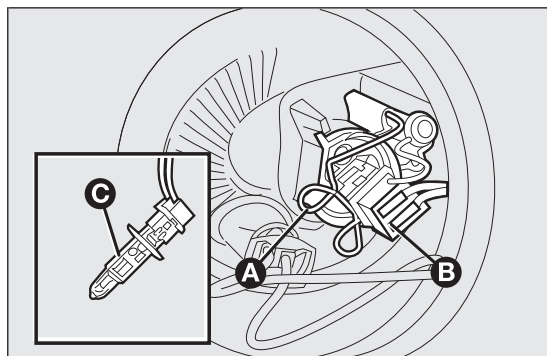

fig. 142
- ☐ décrocher l'agrafe de maintien de l'ampoule A fig. 142;